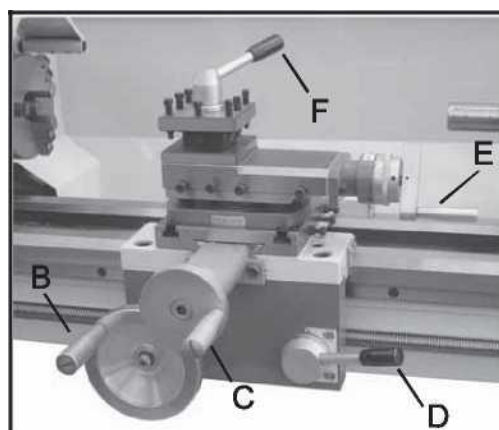

Рис. 15
10. Продольная подача (B, Рис. 15)
11. Маховик поперечной подачи (C, Рис. 15)
12. Рукоятка сцепления и отцепления маточной гайки (D, Рис. 15)
13. Рукоятка продольной подачи крестового суппорта (Е, Рис. 15)
14. Зажимной рычаг верхней части суппорта (F, Рис. 15)